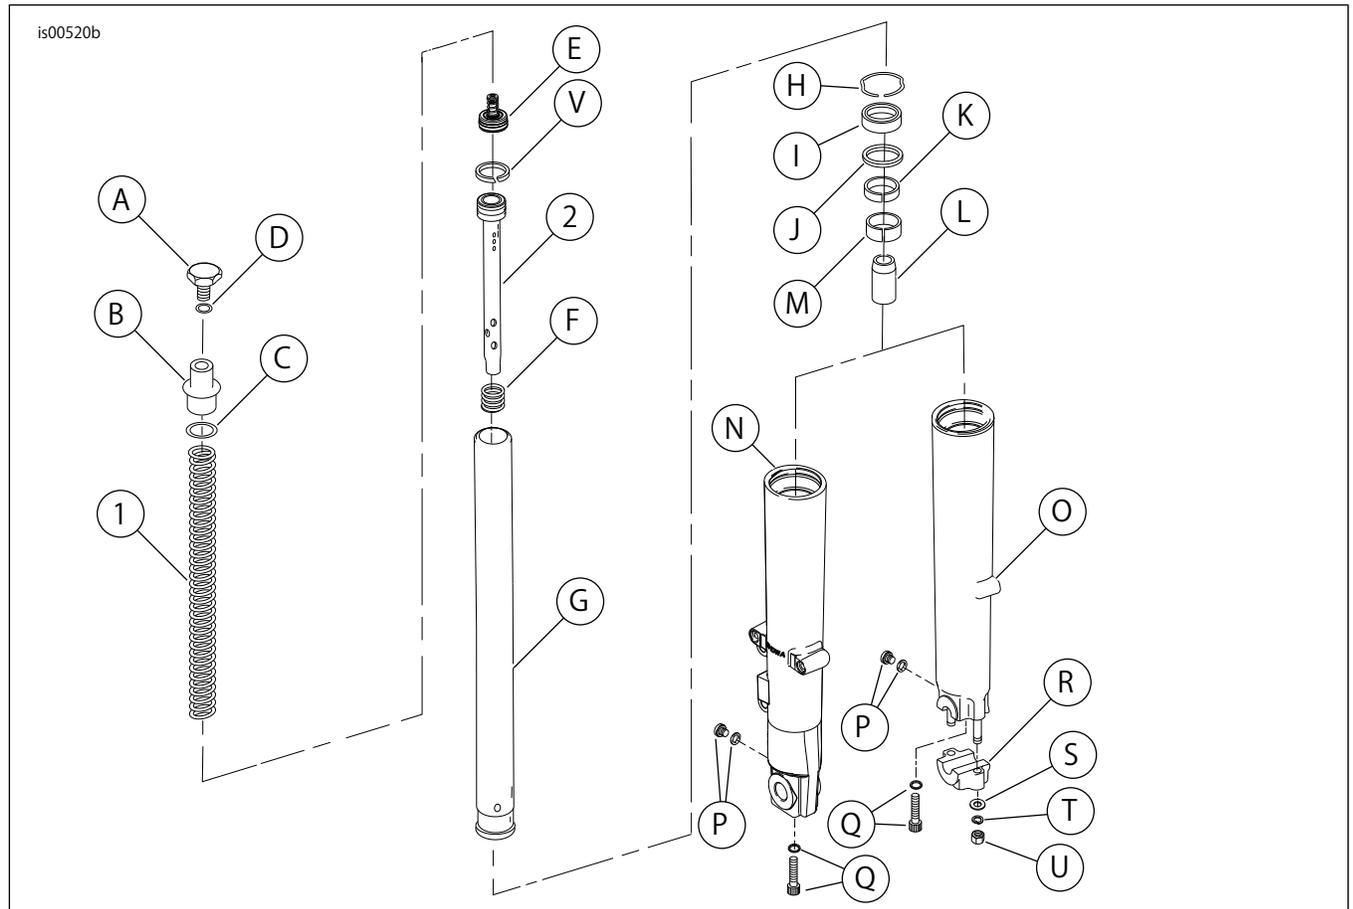

図6。交換用パーツ:ツーリングフロントロアリングキット
2. 「図6」を参照してください。ナット(U)、ロックワッシャー(T)、フラットワッシャー(S)、および軸ホルダー(R)をフォークスライダ(O)先のスタッドから外します。
ステップ4~16の手順については、「図6」を参照してください。
以下の手順については、図6を参照してください。